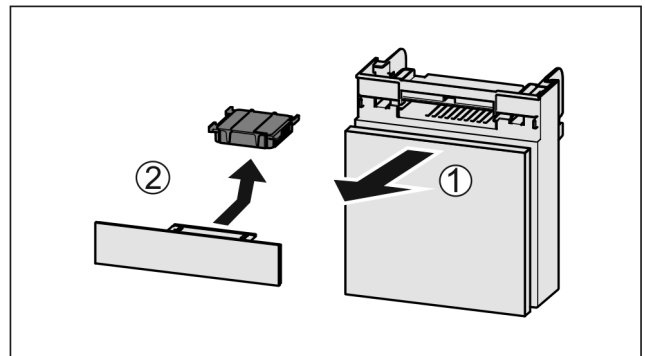

Fig. 142
- ▶ Extraire le compartiment par l'avant Fig. 142 (1).
- ▶ Sortir le filtre à charbon actif Fig. 142 (2).